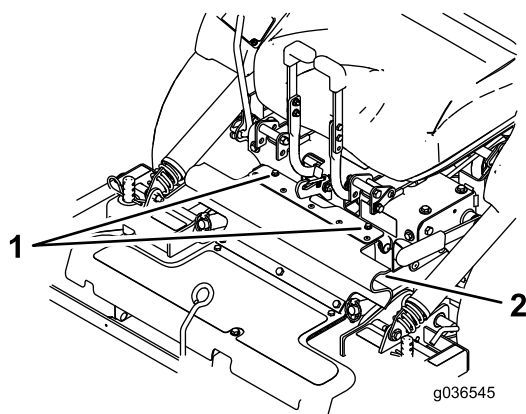

Figura 80
8. Desaperte os parafusos na proteção de borracha (Figura 80).
8. Alinha a parte superior da proteção de borracha e fixe-a com os parafusos (Figura 80).